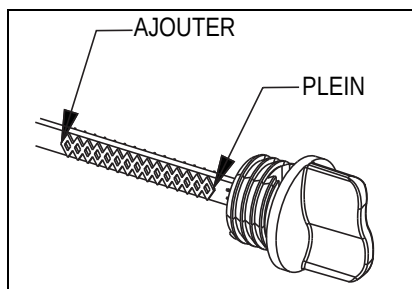

Figure 4-1 : Vérification du niveau d'huile
6. Lisez le niveau d'huile. Le niveau doit se situer à la marque « Full » (plein) sur la jauge et le bouchon de l'orifice de remplissage. Consultez la figure 4-1.